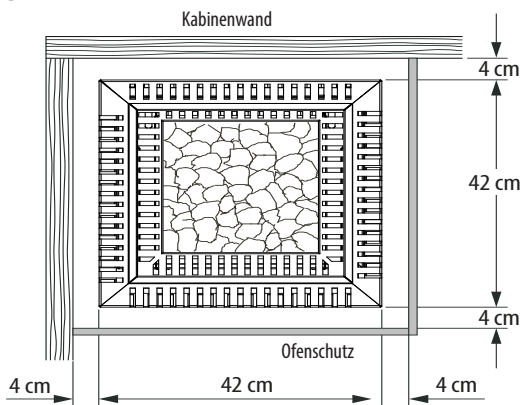

Abb. 2
- Bei der Montage des Saunaofens ist darauf zu achten, dass der waagerechte (seitliche) Abstand zwischen Ofen und Kabinenwand mindestens **4 cm** beträgt (Abb. 2).